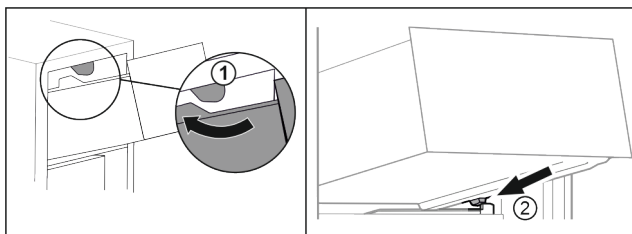

Fig. 90
- Lade om de bovenste stoppers leiden. Fig. 90 (1)
- Lade schuin achter de onderste stoppers op containerrib plaatsen. Fig. 90 (2)